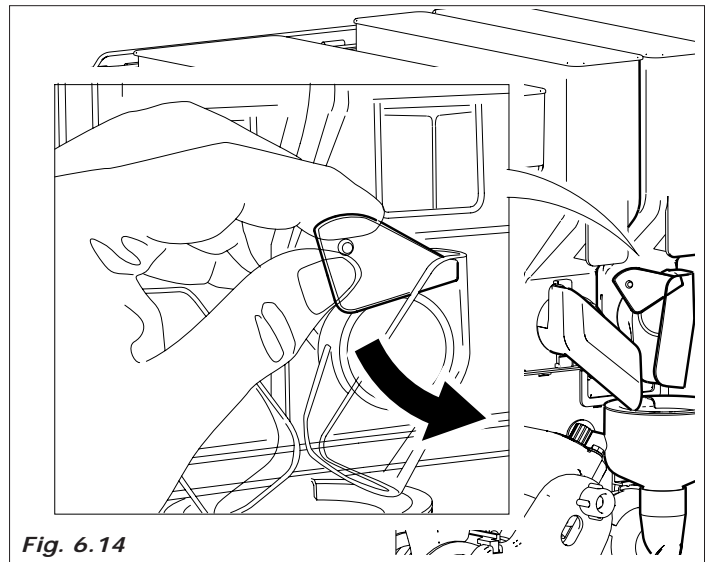

Fig. 6.14
– Antes de retirar o recipiente abaixar a portinhola para evitar uma saída acidental do produto solúvel (fig. 6.14).